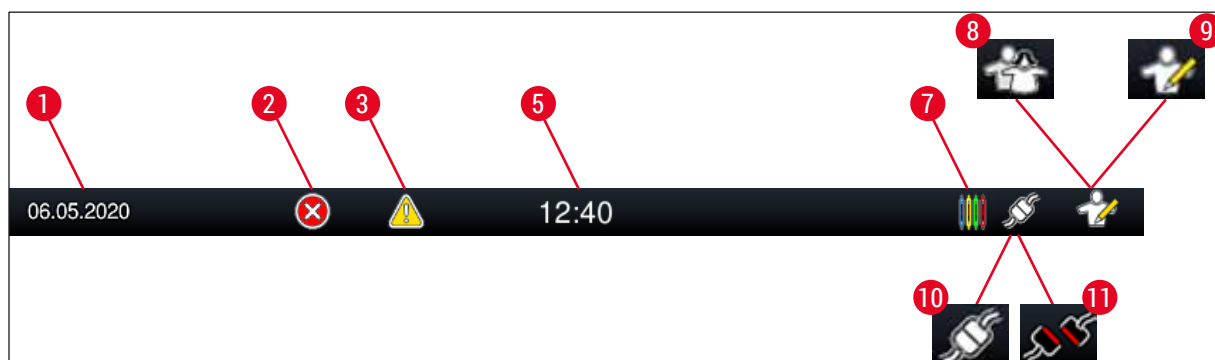

Bild 16
4. Aktuell användarstatus visas med respektive symbol i statusraden (→ "Bild 16") längst upp till höger.